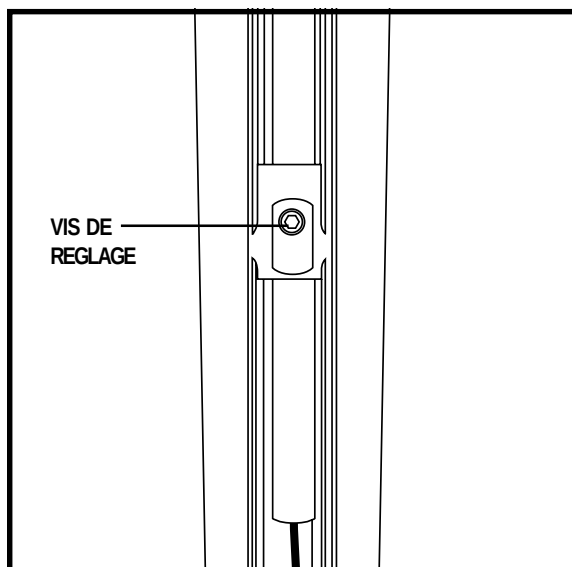

Figure 22. Rallonge du contrôleur
4. Relevez les accoudoirs et desserrez les vis de blocage. Voir la figure 22.